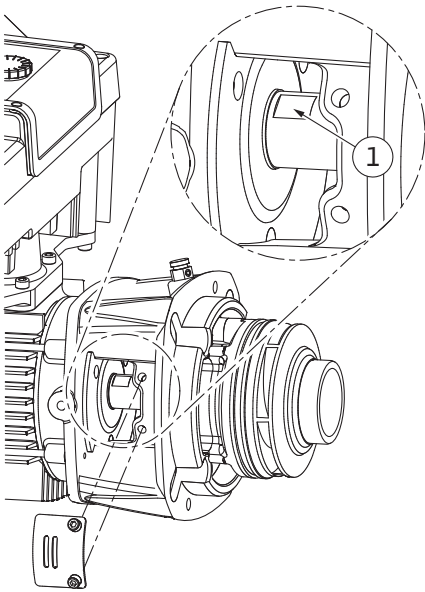

Fig. 110: Avainpinnat akselilla
14. Vie kiintoavain (avainväli 22 mm) tiivistelaipan ikkunan sisään ja pidä akselista kiinni avainpintojen välistä (Fig. 110, pos. 1). Irrota juoksupyörän mutteri (Fig. I, pos. 22). Juoksupyörä (Fig. I, pos. 21) irtoaa automaattisesti akselilta.
3. Vie kiintoavain (avainväli 22 mm) tiivistelaipan ikkunan sisään ja pidä akselista kiinni avainpintojen välistä (Fig. 110, pos. 1).
10. Vie kiintoavain (avainväli 32 mm) tiivistelaipan ikkunan sisään (Fig. IV, pos. 38) ja pidä akselista kiinni avainpintojen välistä (Fig. 110, pos. 1). Asenna juoksupyörä aluslevy(je)n ja mutterin avulla. Kiristä mutteri. Varo vaurioittamasta liukurengastiivistettä asettamalla se väärään kulmaan.
11. Puhdista tiivistelaipan ura ja aseta uusi O-rengas (Fig. III, pos. 19) paikalleen.